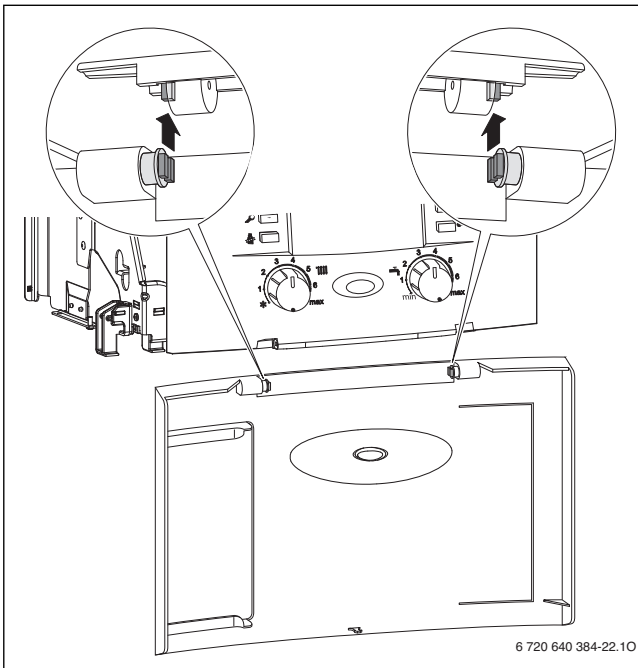

Bild 10
- ▶ Ausrichtung der Dämpfer prüfen (→ Bild 10).